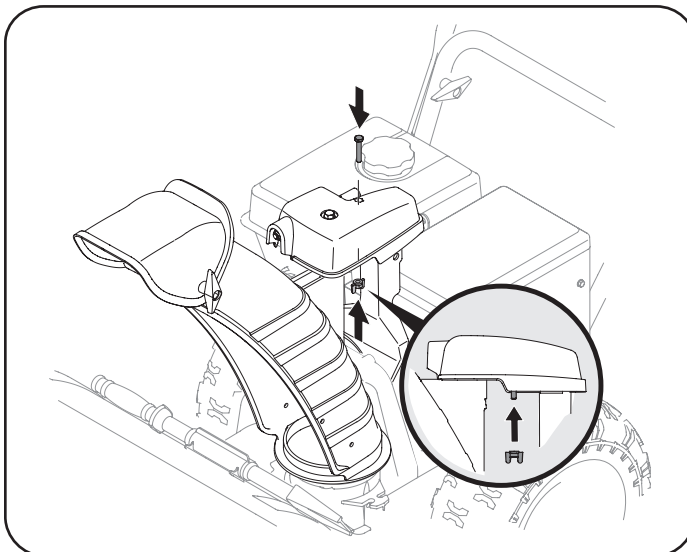

Figura 15
- Coloque la palanca de cambios en la posición de avance (F) 6 o en la velocidad más rápida hacia adelante (si viene equipada).
- Tire hacia arriba y hacia atrás de la manija superior, tal y como se muestra en la Figura 15. Cuando usted levanta el mango hacia arriba, asegúrese que ambos finales del cable de centro son colocados correctamente en los soportes. Alinee la manija superior con la manija inferior.
3. Termine de sujetar el cabezal de control del canal a la ménsula de soporte del canal con la tuerca de mariposa y el tornillo hexagonal que extrajo en el Paso 1. Consulte Figura 15.